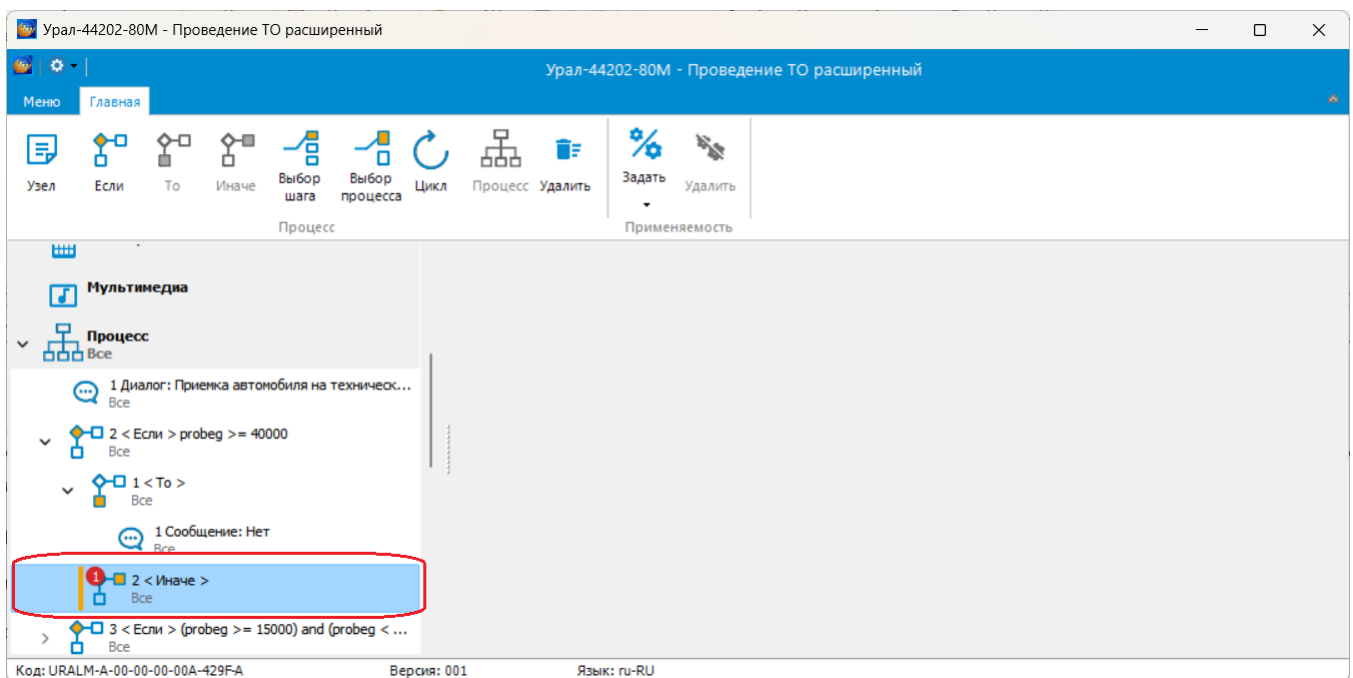

Рисунок 626
2) Элемент «Иначе» может содержать (рисунок 626):